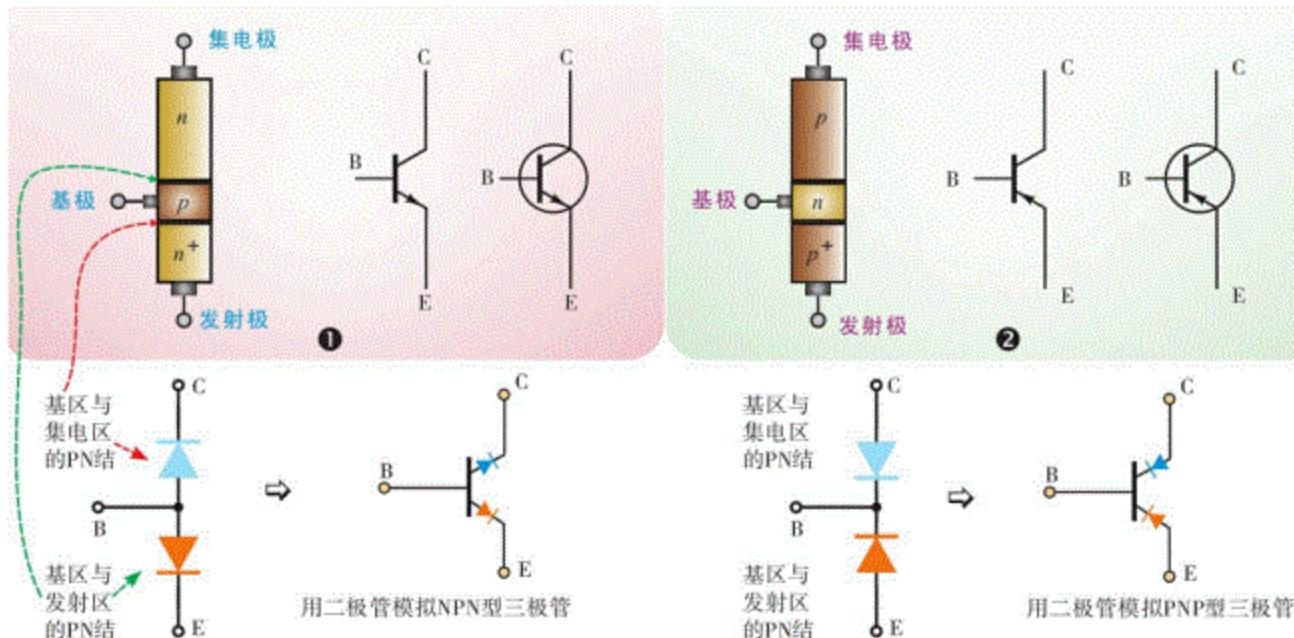

图9.4 三极管结构图和电路图形符号
三极管分为NPN与PNP两大类，图9.4中①、②所示的分别是NPN型与PNP型三极管的结构示意图和电路图形符号。